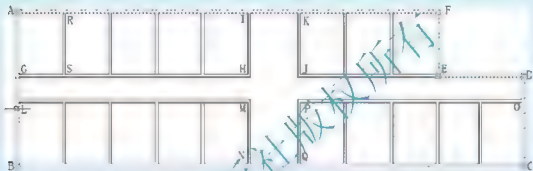

图 2.45 多线整体关系
- 理解多线的整体关系:在无命令的情况下,在AB线上单击,结果如图2.45所示。可以看出,AB、BC、CD、DE、EF、FA这6段墙是整体关系。图2.45中显示出的蓝色方块是冷夹点,冷夹点在图形的特征点处显示,按Esc键可取消冷夹点显示。